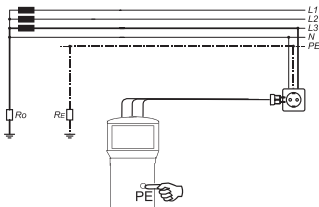
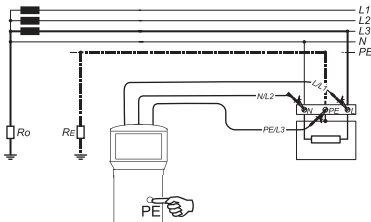

Bild 5.3.2:
Bild 5.3.3:
► Verbinden Sie nun die gewünschten Messleitungen mit dem Prüfobjekt, Anschluss siehe Bild 5.3.2 oder Bild 5.3.3.